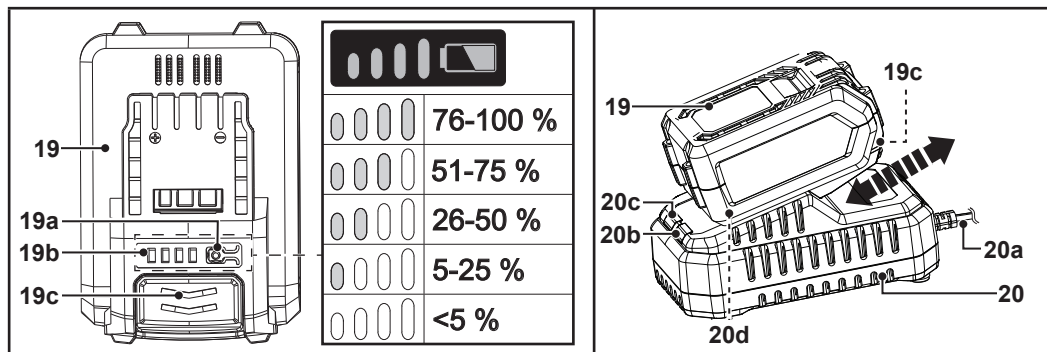

Fig. 4
1. Pulse el botón de capacidad de la batería (19a) (Fig. 4).
2. Los LED del indicador de capacidad de la batería (19b) permanecerán encendidos durante aproximadamente 10 segundos (Fig. 4).
4. **Una vez finalizada la carga:** Sujete el cargador (20) en su posición con una mano. Presione el botón de liberación (19c) y extraiga la batería (19) (Fig. 4).